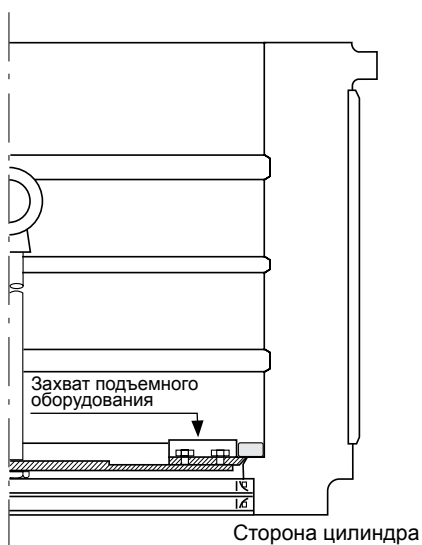
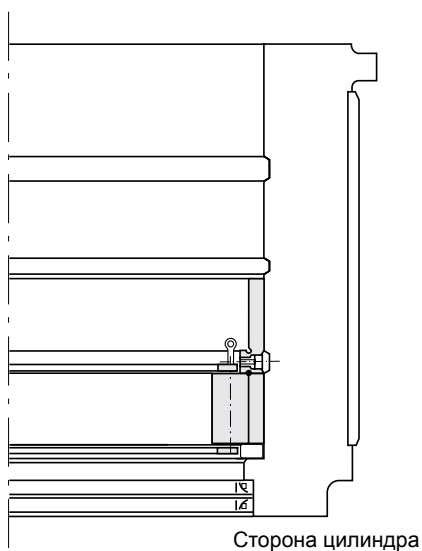

Рис. 3.20
Рис. 3.21
- (1) Установите распорку стороной цилиндра вала вниз.
- (2) Нанесите на отверстие распорки смазочный материал, затем нанесите смазочный материал на упорное кольцо с буртом со всех сторон.
- (3) Поднимите упорное кольцо с буртом (сторона кольца с меткой должна быть направлена вниз) и установите кольцо в распорку (**рис. 3.20**).
- (4) Замерьте плоским щупом зазор между торцевой поверхностью кольца и заплечиком, чтобы убедиться в плотности их контакта,
- (5) Нанесите смазочный материал на наружное кольцо с метками А и В, на его беговую дорожку, а также на торцы роликов ряда А.
- (6) Установите наружное кольцо меткой А вниз на сепаратор, у которого ряд роликов А тоже направлен вниз. Вверните специальные проушины в резьбовые отверстия, предусмотренные в сепараторе. Поднимите сепаратор и наружное кольцо, убедитесь в том, что номера положения нагрузки совпадают, и установите наружное кольцо в распорку (**Рис. 3.21**).